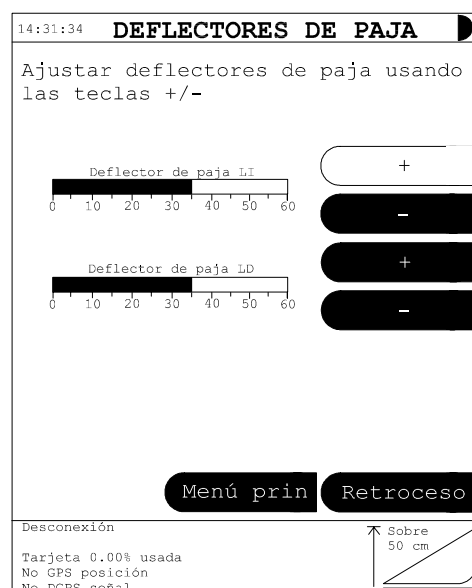

Fig. 3
El ajuste se realiza separadamente para los deflectores: Lado Izquierdo (LI) y Lado Derecho (LD) - Fig. 3